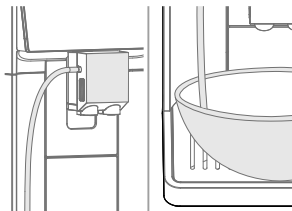

Fig. 2
12. Insira uma extremidade do tubo para leite na saída de bebidas e a outra extremidade no recipiente (Fig. 2).